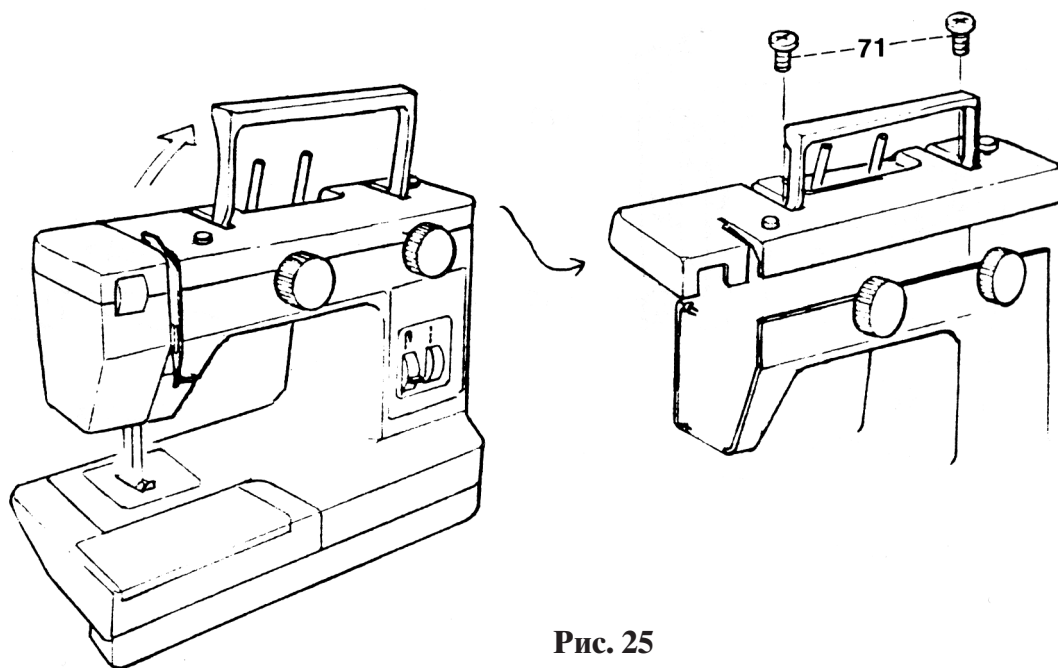

Рис. 25
- Ручку швейной машины поднять вверх (рис. 25).